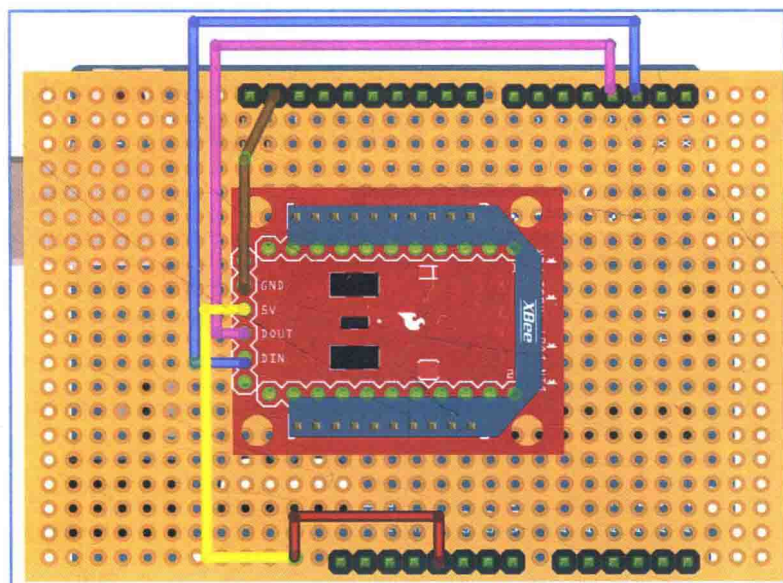

图 11.25 加入 XBee Explorer
- b.** 将 XBee Explorer 焊到板子上，使用电线将其引脚连接到对应的 Arduino 引脚，这和前面所做的一样。我使用和前面相同的电线颜色：数据输出（图 11.25 中的粉红色线）连接到 Arduino 的第 3 引脚；数据输入（蓝）连接到第 2 引脚。电源（红）和地线（棕）连接到 Arduino 上的对应引脚。